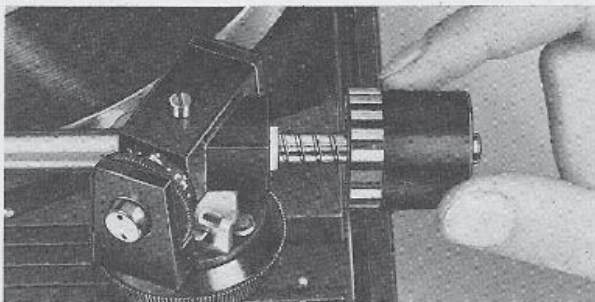
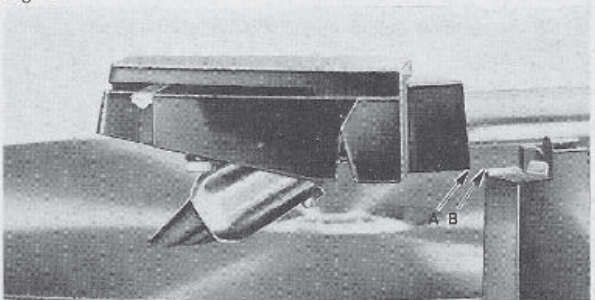

Fig. 7
Fig. 8
2. Der Tonarm wird entriegelt, von der Stütze abgehoben und nun das Gegengewicht auf dem Dorn verdreht, bis sich eine genaue Balance des Tonarmes ergibt (Fig. 7). Der Tonarm ist genau ausbalanciert, wenn Kante A des Tonarmkopfes und Kante B der Tonarmstütze auf gleicher Höhe sind (Fig. 8) oder wenn der Tonarm sich nach vertikaler Pendelbewegung wieder von selbst in die horizontale Lage begibt. Eine präzise Tonarmbalance ist vor allem bei Tonabnehmersystemen mit kleiner Auflagekraft wichtig. Der Tonarm ist nur einmal auszubalancieren, es sei denn, Sie wechseln das Tonabnehmersystem.